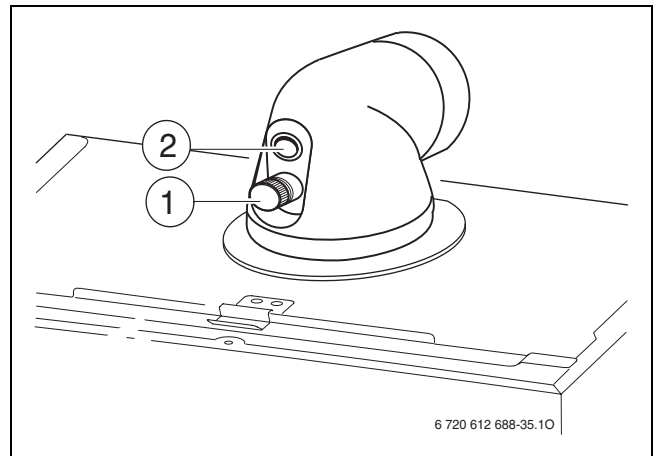

Fig. 45
- ▶ Rimuovere il tappo della presa di analisi dell'aria comburente (2) (→ fig. 45).
- ▶ Rimuovere il tappo di chiusura dalla presa di analisi dei fumi (1) (→ fig. 45).